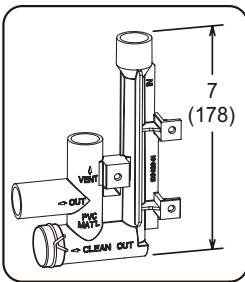

FIGURE 49
- 3 - Installer le bouchon sur l'ouverture de nettoyage à la base du purgeur. Fixer avec le collier. Voir la FIGURE 49.
- 4 - Installer le purgeur avec des raccords en PVC appropriés et coller tous les joints. Coller le purgeur fourni comme illustré à la FIGURE 49. Acheminer le conduit de condensat jusqu'à un drain ouvert.